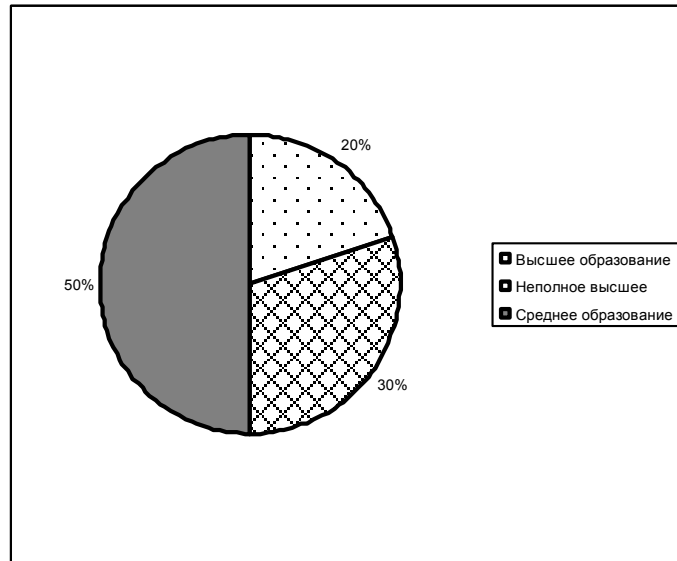

Рис. 2. Пример представления структуры персонала по уровню образования
- сведения о персонале, его квалификации (повышении квалификации) (рис.2,3);